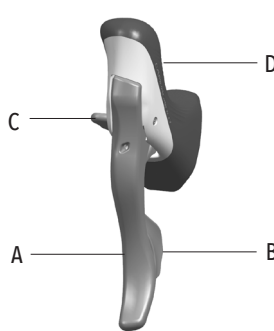

図1
- ・ ブラケット・カバー (D - Fig.1)
・ レバーA（図1）はブレーキを動作させます。左右どちらのレバーが、前後どちらのホイールを制動させるのかを確認してください。